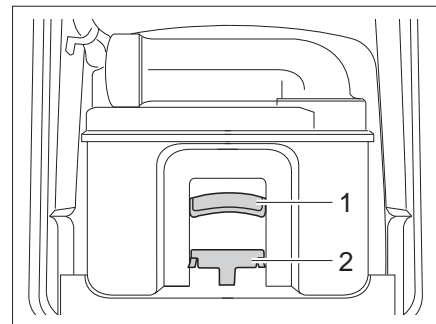

Fig. 261 Cassette Thetford
- Tirer l'étrier de fixation (Fig. 261,2) vers l'avant pour déverrouiller la cassette de toilette et extraire la cassette par la poignée (Fig. 261,1).